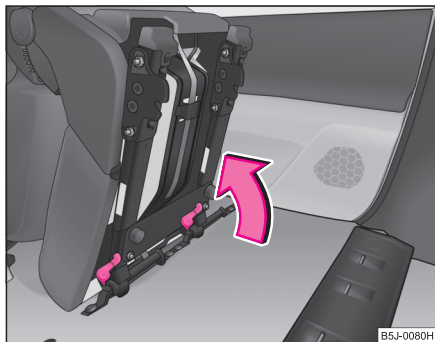

Abb. 57 Verriegelung des Sitzes
- Verriegeln Sie den Sitz am Ende der Führung ⇒ Abb. 57. ■
- Ist der Sitz ausgebaut, setzen Sie ihn zuerst auf die Führung und verriegeln Sie den Sitz ⇒ Abb. 57. Überzeugen Sie sich durch Hochziehen, ob der Sitz richtig verriegelt ist.